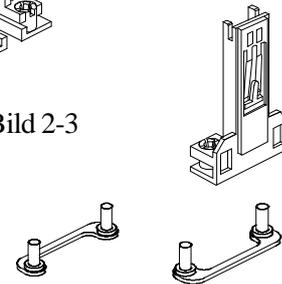

Bild 2-4
- ❑ Befestigungs-Bügel für Ständer - Auf diesen Bügeln befinden sich jeweils zwei Schraubgewinde, die von unten durch die Befestigungslöcher des Mainboards gesteckt werden. Hiermit können die Universal CPU Ständer fest verschraubt werden. (siehe Bild 2-4)